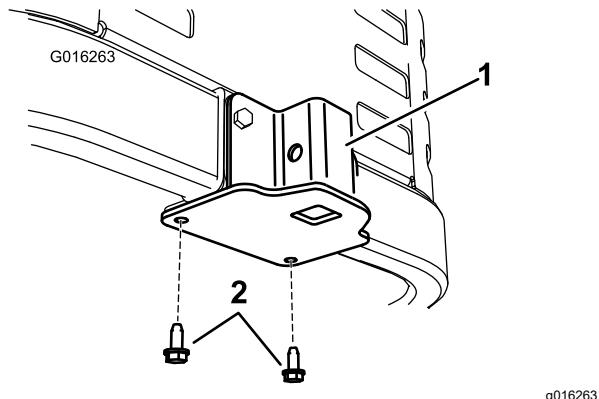

Figura 5
1. Retire los pernos autorroscantes existentes en la parte inferior del bastidor de la máquina (Figura 5). Deseche los pernos.
3. Sujete el soporte a la parte inferior del bastidor de la máquina desde abajo usando 2 tornillos autorroscantes nuevos (5/16 x 3/4 pulgada), según se muestra en Figura 5.